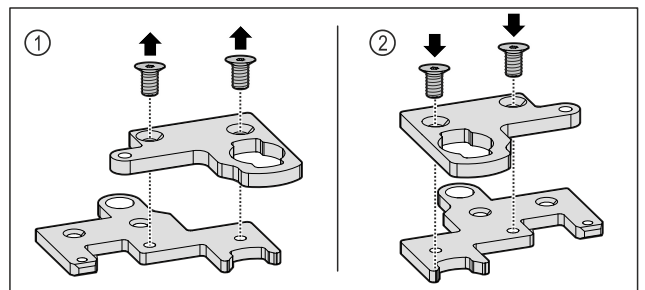

Fig. 34
- ▶ Αποσυναρμολογήστε τη γωνία μεντεσέ δύο τμημάτων. Fig. 34 (1)
- ▶ Συναρμολογήστε ξανά τη γωνία μεντεσέ δύο τμημάτων περιστραμμένη κατά 180°. Fig. 34 (2)